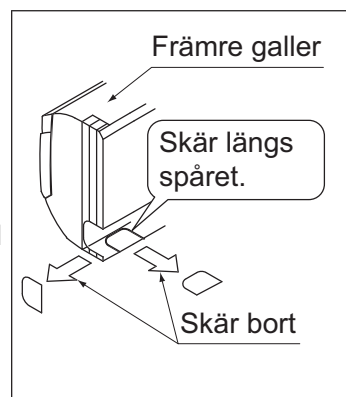

Bild 5
**(3) Om du drar rör åt vänster, nedåt vänster, åt höger eller nedåt höger skär du ut genomföringshålet för rören i frontgallret med t.ex. en mattniv. (Se bild 5)**